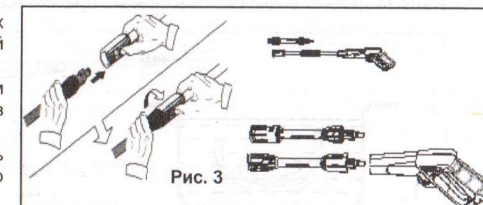

Рис. 3
- Соедините струйную трубку с корпусом пистолета, вставив и повернув ее до упора в посадочное отверстие пистолета (См. Рис.3).